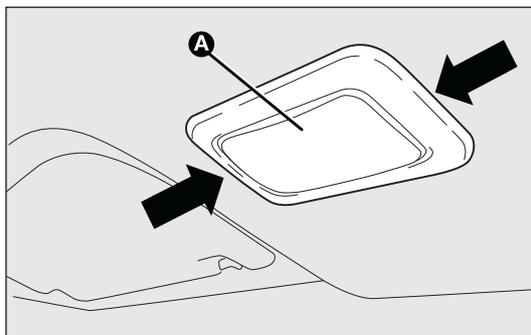

fig. 163
- extraiga el plafón A-fig. 163 actuando en los puntos indicados por las flechas;